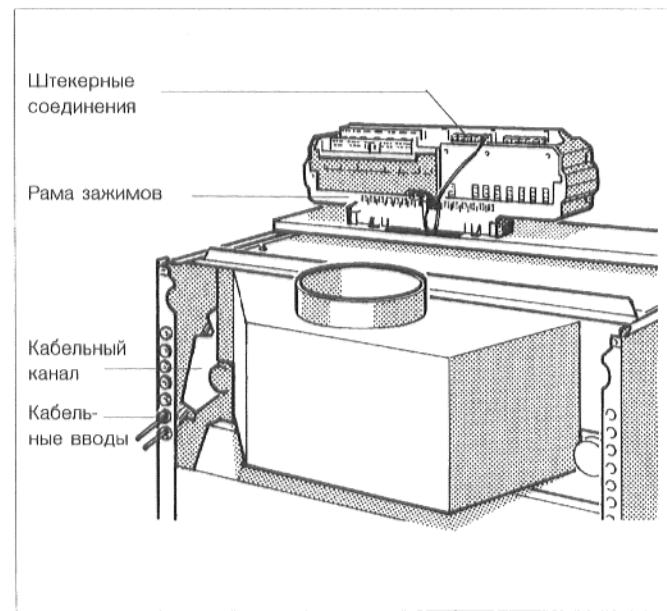
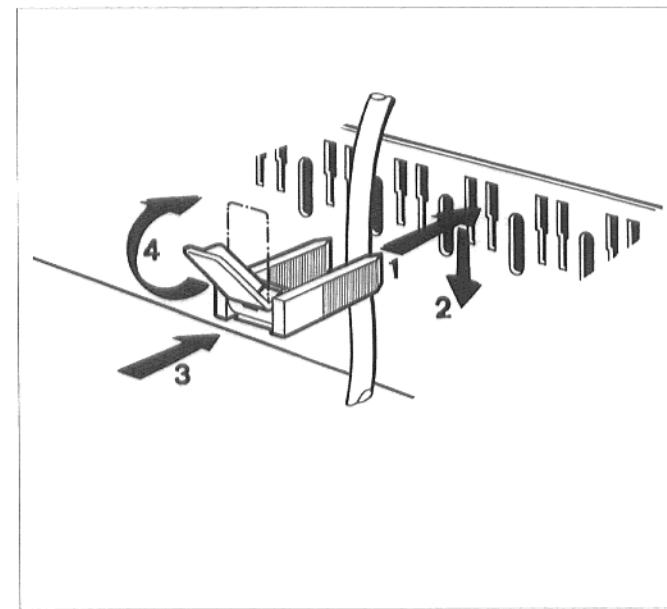

Рис. 12. Кабелепровод и штекерные соединения
Рис. 13. Закрепить провод кабельным зажимом
- Подключить электропровод к штекерным соединениям установки, соответственно схеме соединений (рис. 12).
Проложить провода сзади, через кабельные вводы и отверстия в переднем колпаке котла, к регулятору (рис. 12).
- Все провода следует закрепить зажимами: зажимы для крепления кабеля с вложенным проводом, вставить сверху в щели рамы зажимов (рис. 12); при этом, ребро рычажка должно показывать вверх. Передвинуть зажим для крепления кабеля вниз, при этом, вдавливая его. Рычажок переставить вверх (рис. 13).